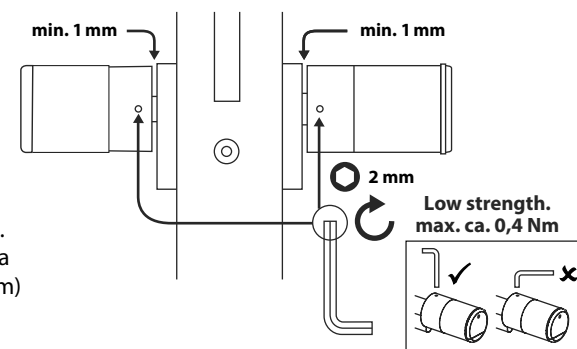

Fig. 10
⑦ Riavvitare gli spinotti filettati nelle due manopole (Fig. 10).